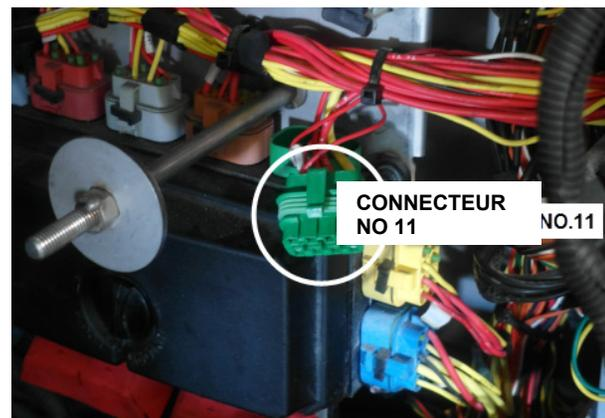

FIGURE 13
- À l'aide d'un outil d'extraction ou d'un petit tournevis à lame plate, retirer le circuit 24VDALT de la cavité **H** du connecteur no 11 (FIGURE 13 à FIGURE 16).